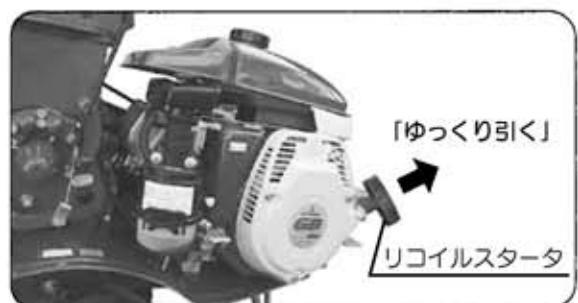

図27
- ⑤ リコイルスタータをゆっくり引いて、重たくなる位置(圧縮位置)で止めてください。(図27)